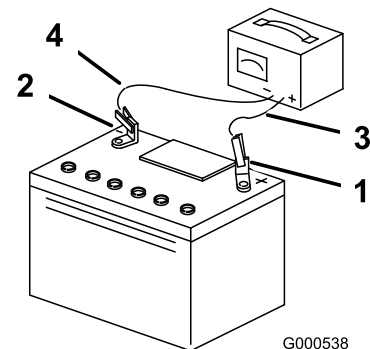

Figure 88
- Quand la batterie est chargée au maximum, débranchez le chargeur de la prise, puis débranchez les fils du chargeur des bornes de la batterie (Figure 88).